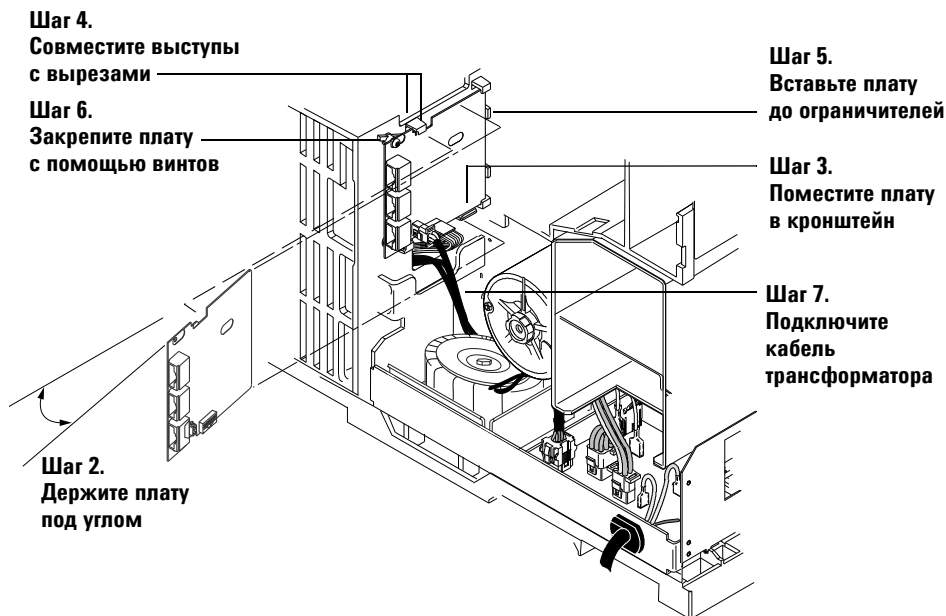

Рис. 33 Установка платы интерфейса ALS
2 Держите плату вертикально с небольшим наклоном (Рис. 33).
- 6 Закрепите плату на шасси с помощью двух винтов. Плату не следует с силой прижимать или пригибать к стопорным выступам (Рис. 33).
- 7 Найдите 2-жильный кабель, ведущий от трансформатора, и соедините его с платой интерфейса ALS в J5. (Рис. 33 и Рис. 34).